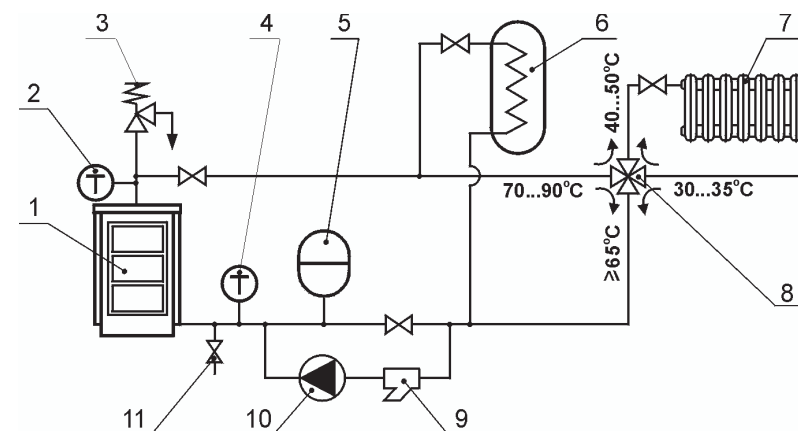

Рис. 3
Внимание! В котле не предусмотрено место для установки термоманометра. Во время монтажа необходимо на трубе исходящей воды, на видном месте, установить термоманометр (см. рис. 3). Установленный прибор не должен мешать открытию крышки (4) варочного настила.
4.3. Требования по подключению к отопительной системе (рис.3)